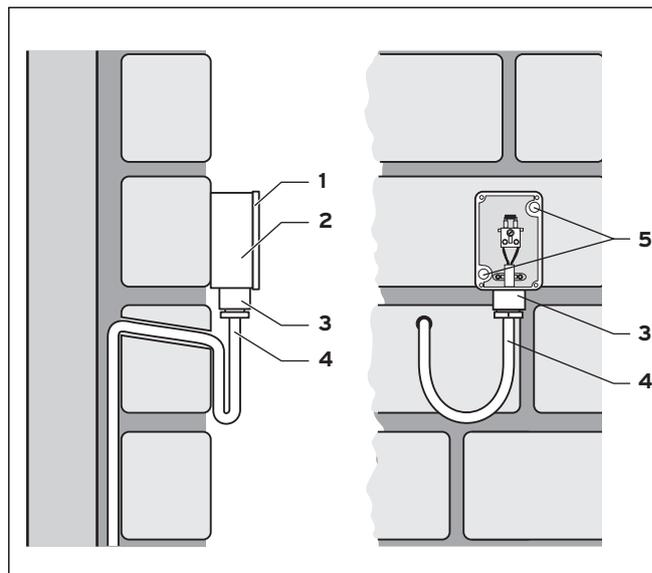

Fig. 4.2 Montage de la sonde de température extérieure VRC 693
- ⇒ Brancher le câble de raccordement aux bornes de la sonde de température extérieure conformément à la fig. 4.2.